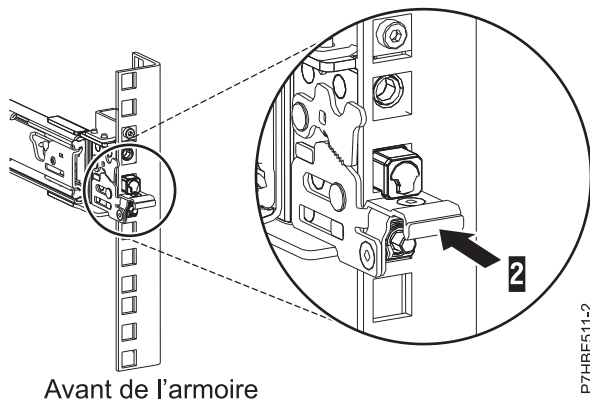

Figure 6. Loquet installé sur la glissière avant de l'armoire
7. Lorsque vous tirez la glissière vers l'avant, vérifiez que les trois broches traversent les trous d'armoire, puis insérez complètement le taquet avant (2). Pour plus de détails, voir figure 6.